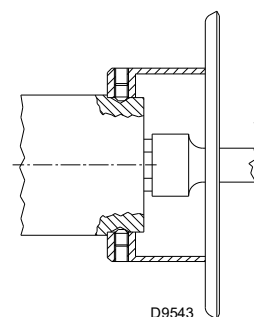

Рис. 20
- зніміть форсунку 1)(Рис. 20) за допомогою накидного гайкового ключа;
- установіть форсунку 1)(Рис. 20);